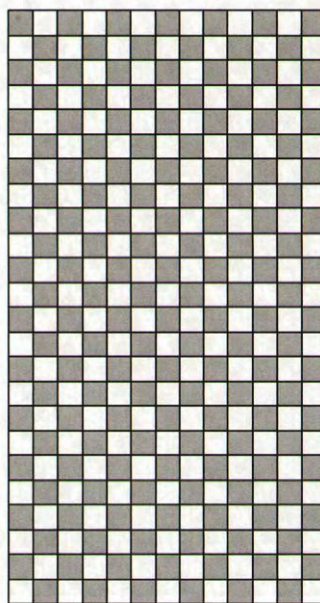

рис. 9
1. Схемы **стандартного панчлейса** отличаются от двух других видов тем, что на основе пикейного поля* (рис. 9, 10) расположены различные фигуры (цветы, геометрические формы, птицы и т.д.). Т.е. между фигурами нет сплошных петель, связанных основной или дополнительной нитью. Между фигурами присутствуют петли, связанные поочередно толстой и тонкой нитью. Подобные схемы можно позаимствовать у такого переплетения, как стандартный вивинг.